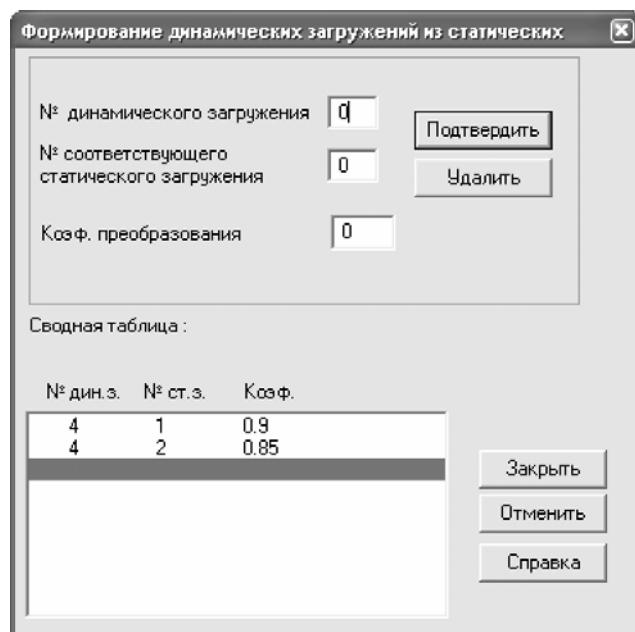

Рис.5.21. Диалоговое окно Формирование динамических загружений из статических
- Вызовите диалоговое окно **Формирование динамических загружений из статических** из меню **Нагрузки** ⇒ **Динамика** ⇒ **Учет статических загружений** (рис.5.21).